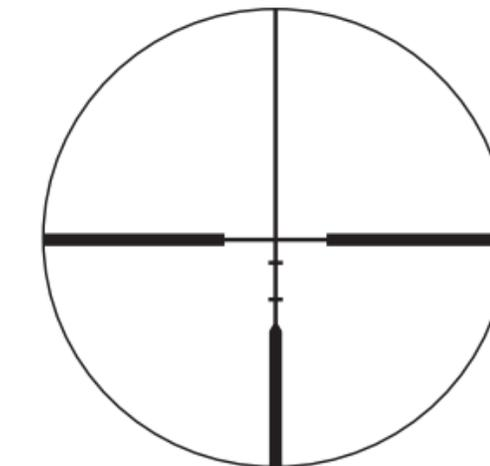
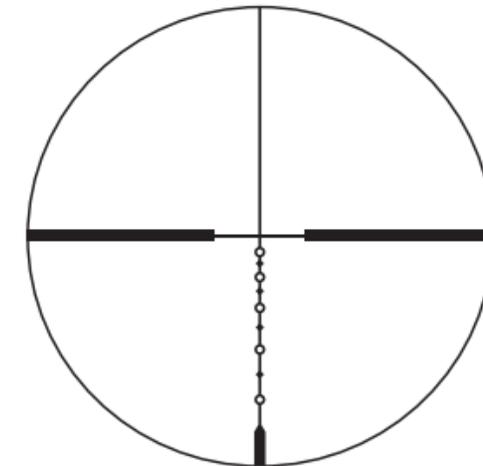

Fig. 3-1
Fig. 3-2
- 1 Regardez dans l'oculaire, l'œil placé à 10 cm environ (4 pouces) de l'oculaire, pour voir le réticule BDC Carbine (Fig. 3-1) ou le réticule BDC 600 (Fig. 3-2), selon le produit que vous avez acheté. Assurez-vous que votre œil est correctement aligné et positionné à la bonne distance, afin d'éviter que votre vue ne soit « bouchée ».